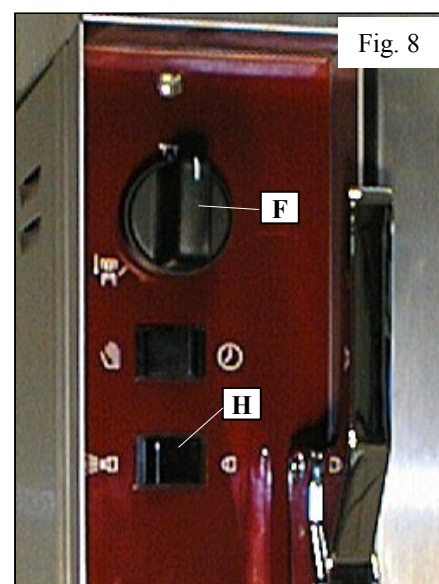

Fig. 8
(FR) **Option humidificateur (fig. 8)** Basculez l'interrupteur **H** sur la position et positionnez la commande de oua **G** sur . Cette commande ne fonctionne que lors de la chauffe des résistances. Vérifiez le niveau du tiroir de récupération.
(GB) **Optional humidifier (fig. 8)** Set 2-position switch **H** to and steam exhaust control **G** to . Controls will not operate unless resistance heaters are switched on. Check condensate tray level.
(NL) **Bevochtiger (optie) (fig. 8)** Plaats tweestandenschakelaar **H** in de stand en de stoomafvoerbediening **G** in de stand . Het regelsysteem werkt alleen als de weerstanden aan de spanning zijn geschakeld. Controleer het condensatniveau in de condenswaterbak